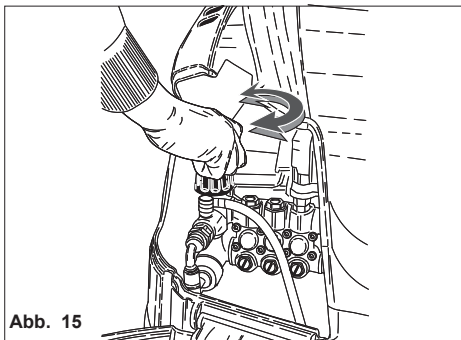

Abb. 15
Dieses Kapitel bezieht sich nur auf die Modelle, die über einen „Druckregulierer“ verfügen. Mit dieser Vorrichtung (Abb.15) kann man den Betriebsdruck regulieren. Wenn man den Drehschalter C entgegen dem Uhrzeigersinn dreht (B) (Minimum) wird der Betriebsdruck verringert.